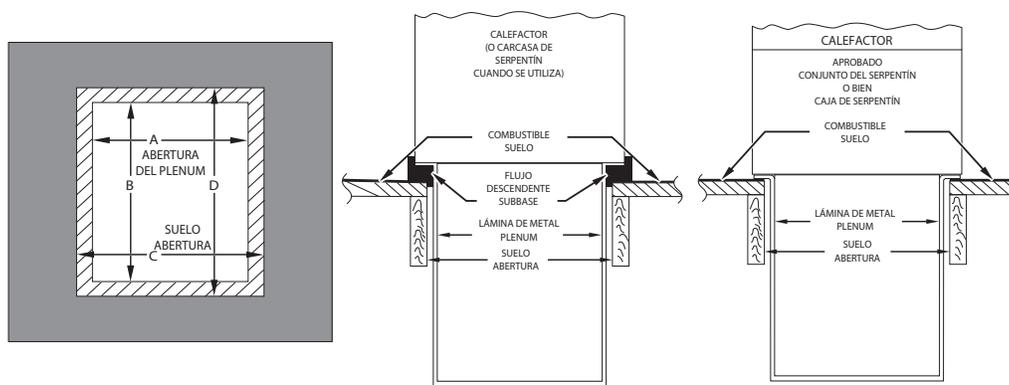

Fig. 24 – Instalación sobre piso combustible
2. Abra un agujero en el piso según la Tabla 4 y la Fig. 24.
3. Construya la cámara según las dimensiones especificadas en la Tabla 4 y la Fig. 24.
4. Instale un conjunto del serpentín de base o caja de serpentín especial como se muestra en la Fig. 24.